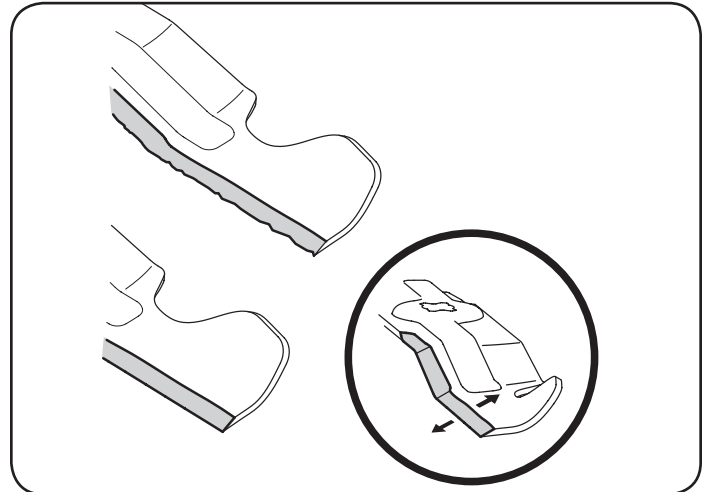

Figura 38
4. Para afilar las cuchillas de corte de forma adecuada, extraiga cantidades iguales de metal de ambos extremos de las cuchillas a lo largo de los bordes cortantes, paralelo al borde de caída y a un ángulo de 25° a 30°. Afile siempre cada borde de las cuchillas de corte de forma pareja para mantener un equilibrio adecuado entre las mismas. Vea la Figura 38.